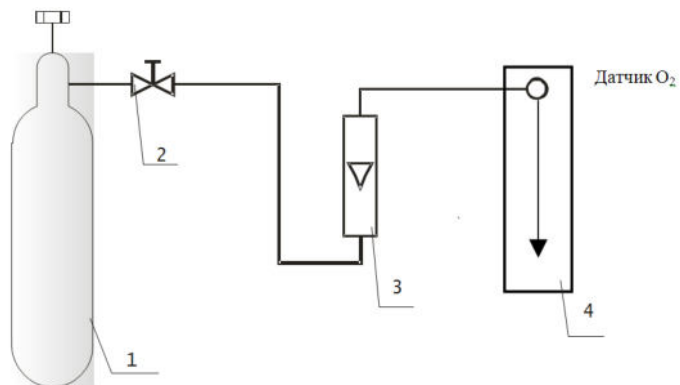

Рис. 31
8.1.1. Собрать газовую схему, приведенную на Рис. 31 .
8.2.1. Собрать газовую схему, приведенную на Рис. 31 .